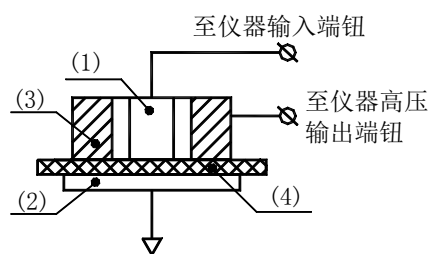

图5 测表面电阻 R_s
2) 测试试样表面电阻时，电极箱上的选择开关置于 R_s ，此时箱内三电极的状态如图5。